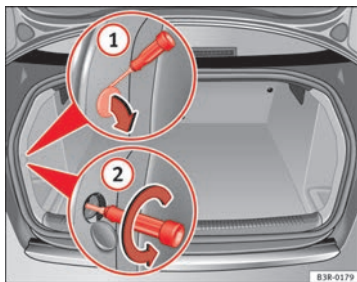
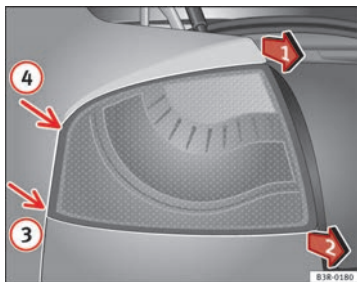

Abb. 206 Gepäckraum:
Abb. 207 Ausbau der
- Hebeln Sie die Abdeckung an der Aussparung ⇒ Abb. 206 ① mit dem flachen Teil des Schraubendrehers ab.
- Lösen Sie die dahinterliegende Schraube mit dem Schraubendreher (Pfeile) ②.
- Die Heckleuchte abwechselnd in Pfeilrichtungen ⇒ Abb. 207 Position ① und ② ziehen, bis die Heckleuchte sich aus der Aufnahme (Positionen ③ und ④) löst.